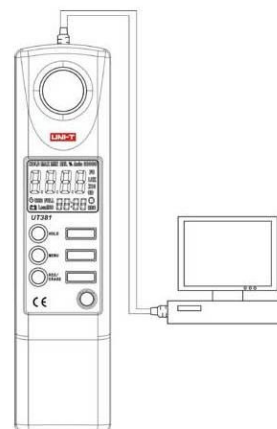

Рис.4
5. Функция передачи данных по USB: (только для UT382, см. рис.4)
- Обмен данными между люксметром (UT382) и персональным компьютером осуществляется по USB, поэтому в компьютере необходимо наличие USB порта, см. рис.4 Соединение люксметра с персональным компьютером.